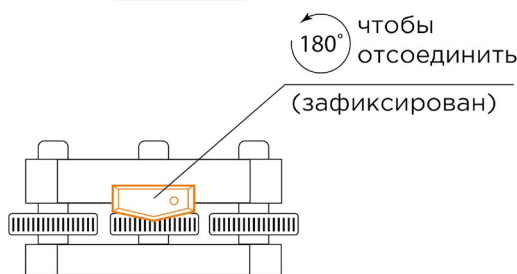

Рис. 6-1
2. Закройте замок трегера. В закрытом положении выступающая часть замка трегера направлена вниз (рис. 6-1).